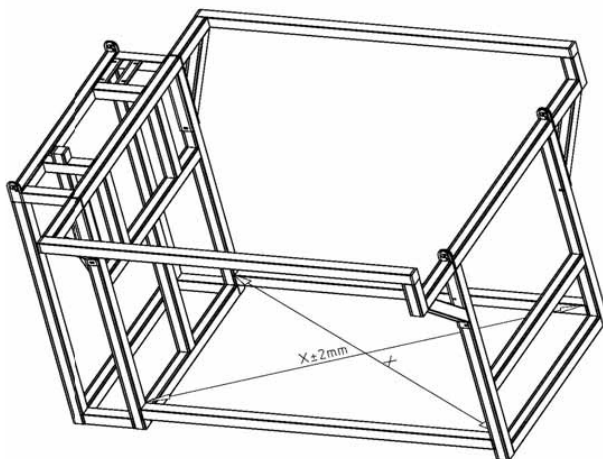

Bild 4.1.2
- Kontrollera filterstativets parallellism. Max. diagonalmåttdeviation: ± 2 mm (Se bild 4.1.2 nedan).